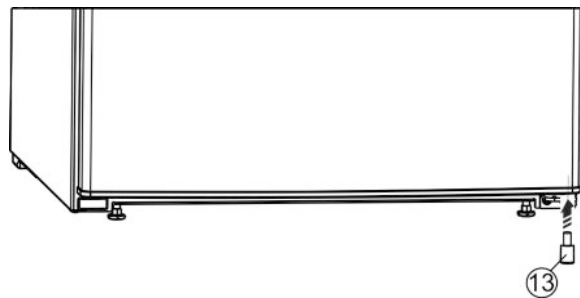

Fig. 6
- ▶ Das Distanzteil Fig. 6 (13) wieder rechts unten in die Tür einsetzen, weil es wichtig für die Standfestigkeit des Geräts ist.